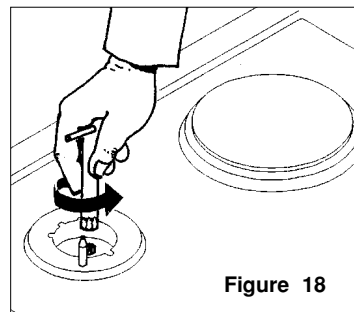

Figure 18
3. Dévissez les injecteurs (figure 18)